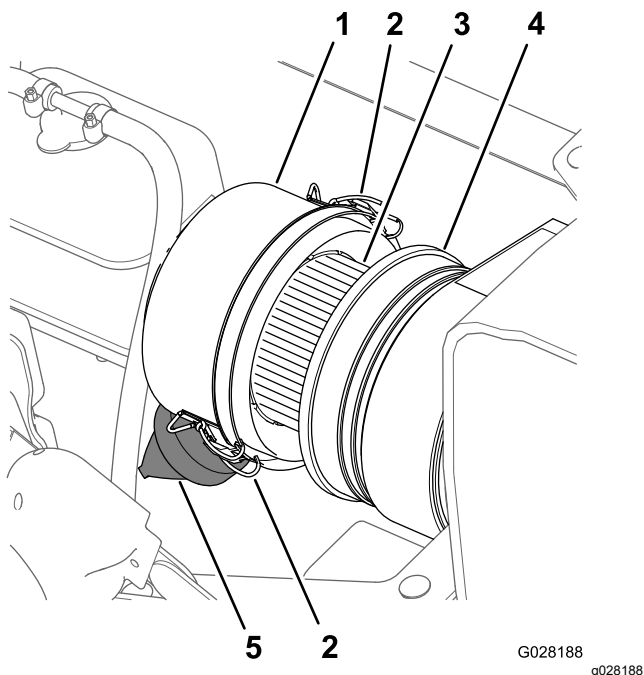
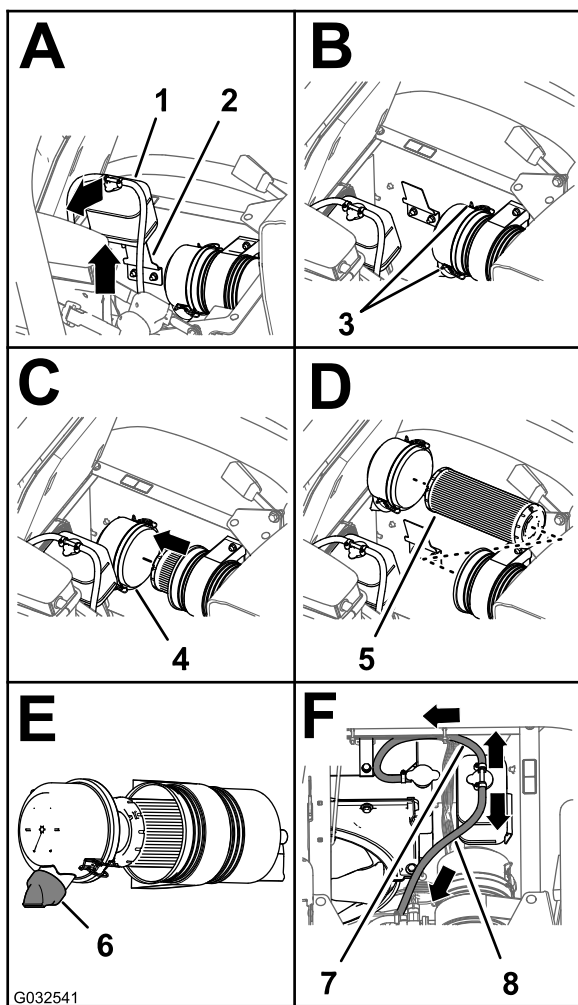

Figure 64
Figure 65
3. Nettoyez le capuchon antipoussière et le boîtier du filtre à air (Figure 64).
4. Recherchez sur le boîtier du filtre à air des dommages susceptibles d'occasionner des fuites d'air (Figure 64).
5. Pressez la valve à poussière pour éliminer les saletés, la poussière et les débris (Figure 64).
7. Vérifiez que l'élément du filtre à air ne présente pas de dépôts excessifs de poussière, saleté ou débris (Figure 64).
8. Reposez le capuchon antipoussière sur le boîtier du filtre à air et fixez-le en place avec les 2 attaches (Figure 64).
2. Nettoyez le capuchon antipoussière et le boîtier du filtre à air (Figure 64).
3. Soulevez le réservoir de trop-plein de liquide de refroidissement pour le déposer de son support (Figure 65).
4. Desserrez les 2 attaches qui fixent le capuchon antipoussière sur le boîtier du filtre à air (Figure 65).
6. Nettoyez l'intérieur du capuchon antipoussière, du boîtier du filtre à air et de la valve à poussière avec un chiffon humide (Figure 64 et Figure 65).
7. Insérez l'élément filtrant neuf dans le boîtier du filtre à air (Figure 65).
8. Reposez le couvercle sur le boîtier du filtre à air et fixez-le en place avec les 2 attaches (Figure 65).
Remarque: Vérifiez que la valve à poussière s'aligne bien entre les positions 5 et 7 heures vu de l'extrémité (Figure 65).
9. Placez le réservoir de trop-plein du liquide de refroidissement en face de son support et fixez solidement le réservoir (Figure 65).
Important: Vérifiez que le flexible de décharge de pression est dirigé vers l'avant et le bas et que le flexible d'évent du réservoir est dirigé vers l'arrière, comme montré à la Figure 65.